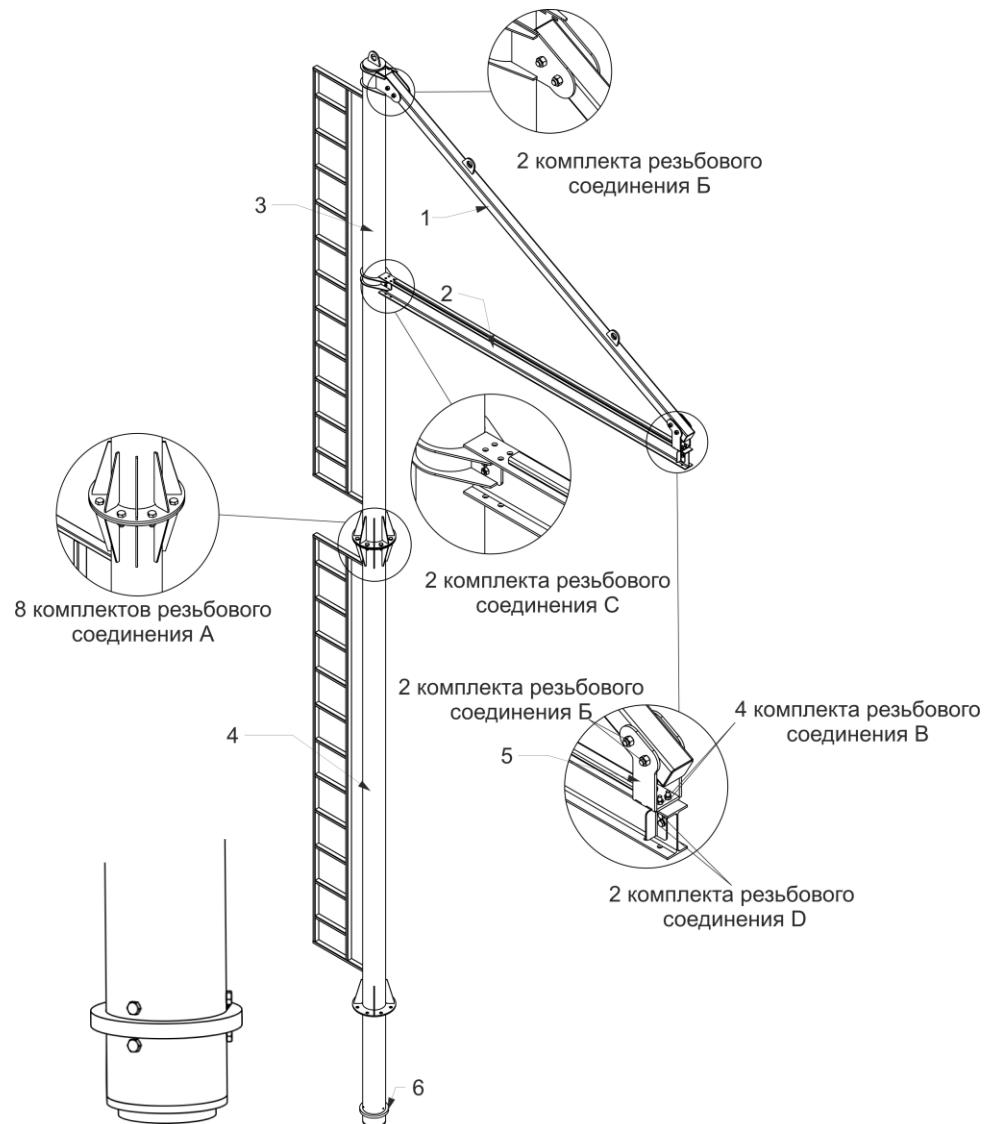

Рисунок 1.
- Надеть на нижнюю часть стойки подшипник радиальный поз. 6 и зафиксировать его положение шестью болтами M12x35 (рис. 1);